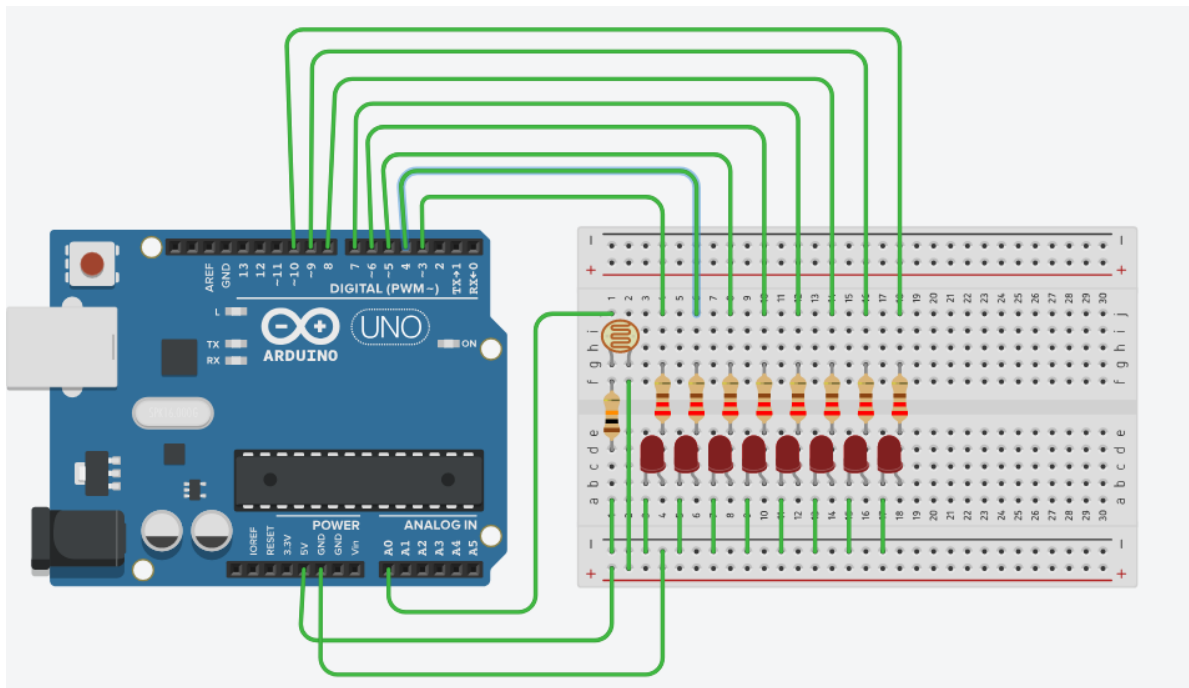

Рисунок 1.8 – Схем подключения фоторезистора к Arduino
5. Соберите схему для Обработка уровня освещенности при помощи фоторезистора (рисунок 1.8). Фоторезистор подключается через резистор в 10кОм. **Питание к схеме не подключать!** Покажите собранную схему преподавателю.